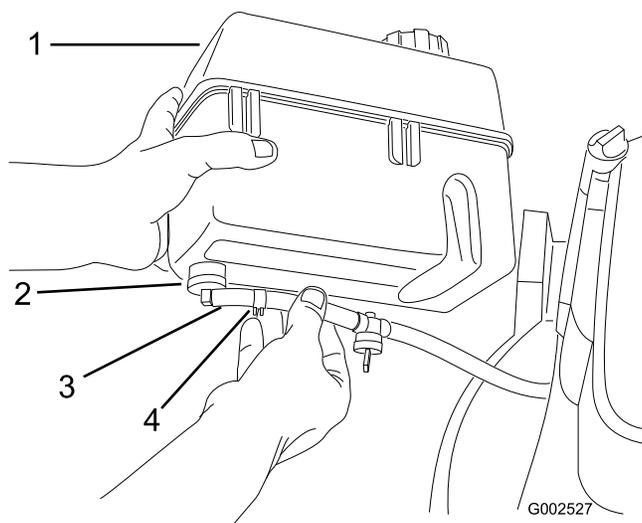

Figure 5
1. Raccordez l'extrémité de la conduite d'alimentation au raccord coudé (Figure 5).
2. Fixez la conduite en position à l'aide du collier (Figure 5).